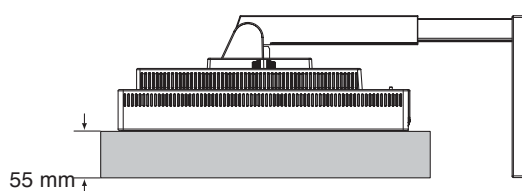

Figure S.1
3. Placez le moniteur face vers le bas sur une surface non abrasive. Placez l'écran sur une plate-forme de 55 mm de manière à ce que le support soit parallèle à la surface. (Figure S.1)